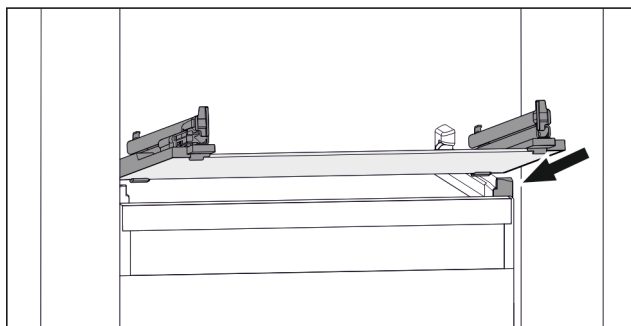

Fig. 78 Примерно изображение на стъклената плоча
- ▶ Поставете стъклената плоча под ъгъл зад ограничителите. (виж Fig. 78)